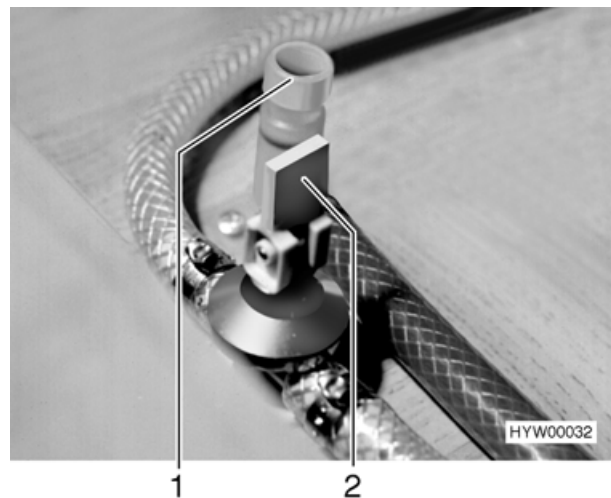

Bild 82 Ablassventil Boiler (Moving)
- Ablassventil (Bild 82,2) für den Boiler schließen. Das Ablassventil befindet sich in der Küche unten im linken Schrankteil. Zum Schließen den Kipphebel waagrecht stellen.
- Weiße Ventilkappe (Bild 82,1) im Uhrzeigersinn zudrehen.
- Ablassventil Boiler (Bild 82,2) öffnen. Dazu den Kipphebel am Ablassventil Boiler senkrecht stellen.